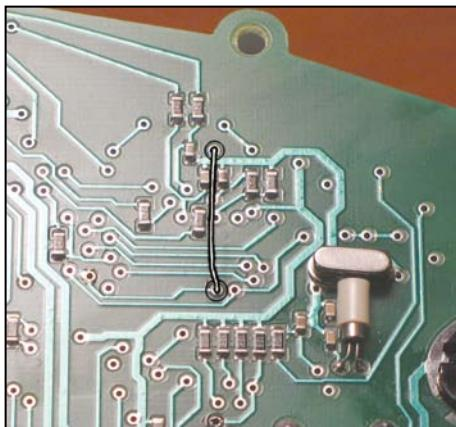

Рисунок 22. Место для установки
- 2 Припаяйте перемычку между контактами печатной платы (рисунок 22).